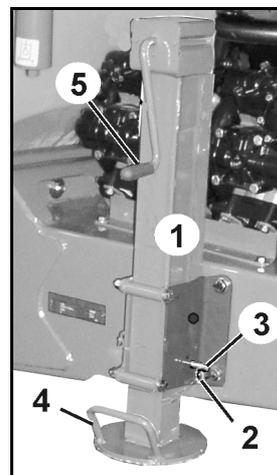

Fig. 49
- Pata de apoyo levantada durante el funcionamiento o el transporte (Fig. 49).
1. Soltar el pasador clavija (Fig. 49/2).
2. Extraer el perno (Fig. 49/3).
3. Levantar/bajar la pata de apoyo mediante la empuñadura (Fig. 49/4).
5. Seguir bajando/subiendo la pata de apoyo con la manivela (Fig. 49/5).